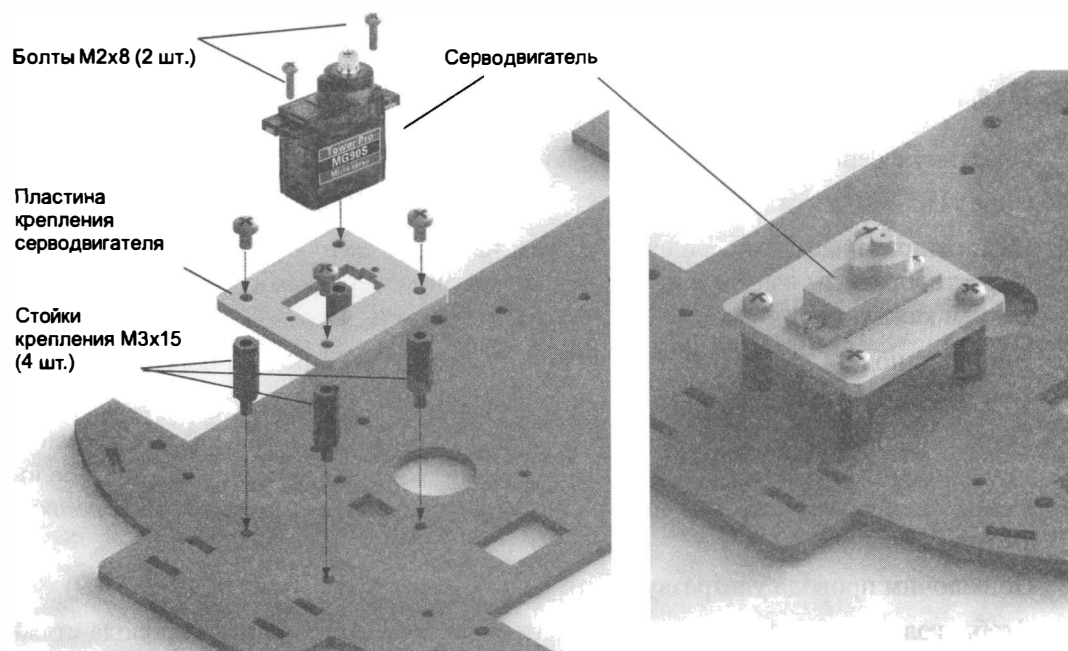

Рис. 10.7. Установка сервомотора
1. Установим четыре шестигранных стойки и закрепим их снизу гайками, как показано на рис. 10.7.